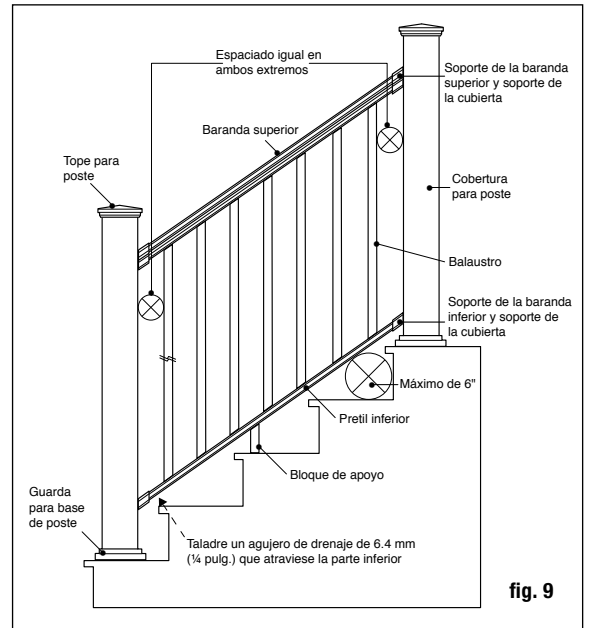
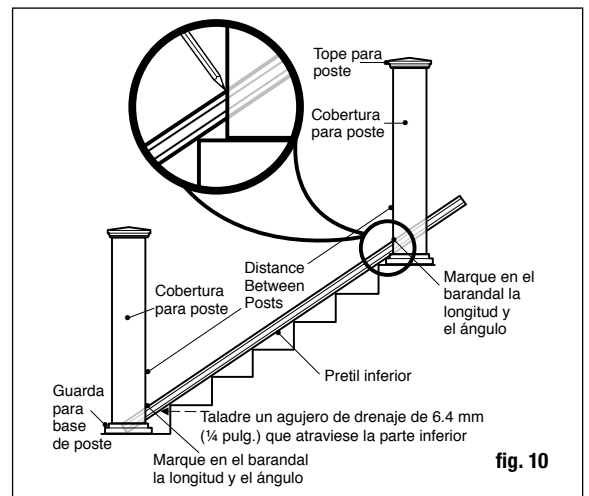

fig. 9
fig. 10
Paso 6 Mida la distancia entre las coberturas de poste instaladas para determinar la longitud de los barandales superior e inferior. Posicione el barandal inferior en los peldaños de la escalera al lado de los postes y ajústelo de modo que la distancia entre el primer agujero de balaustre y el poste sea mayor a 7 cm (2-3/4 pulg.) como mínimo, e igual en ambos extremos (fig. 9). Marque el barandal en la longitud y ángulo apropiado. Corte el barandal inferior. Corte el barandal superior a la misma longitud y ángulo (fig. 10). **Taladre un agujero de drenaje de 6.4 mm (1/4 pulg.) que atraviese la parte inferior del larguero, para evitar la acumulación de agua. Coloque el agujero cerca del extremo inferior del larguero, aproximadamente a 38 mm (1.5 pulg.) del extremo del larguero, para evitar el soporte inferior.**
Paso 7 Coloque las cubiertas de soportes del barandal apropiado y los soportes para escalera en los extremos del barandal inferior. Ponga especial atención a los soportes que utilice, ya que son diferentes dependiendo de si es el barandal superior o inferior y del ángulo hacia arriba o abajo. Determine la posición del bloque de apoyo y fíjelo al barandal inferior. Sostenga el barandal inferior entre los postes en los peldaños de la escalera (fig. 10). Podría necesitar colocar cuñas iguales entre dos rebordes de peldaños para elevar el barandal inferior. Consulte los requisitos en su área. Generalmente, no puede permitirse que pase una esfera de 15.2 cm (6 pulg.) a través del triángulo formado por el barandal inferior, el travesaño y la contrahuella (fig. 9). Centre el soporte de la escalera en el poste. Usando el soporte de escalera como guía, marque las posiciones de los tornillos en la cobertura del poste y en el barandal en ambos extremos. Pretaladre agujeros guía de .32 cm (1/8 pulg.) a través de la cobertura de poste y del barandal. Sujete el soporte de escalera a la cobertura del poste usando los tornillos cuadrados de cabeza plana #8 - 15 x 2" - #2 y luego sujete el soporte de escalera al barandal usando tornillos cuadrados autorroscantes de cabeza oblea #8-16 x 3/4" - #1.